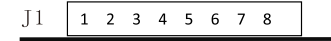

图2
T100&WX10系列产品的电源要求为DC 11.4-25.2V，功率≥12W。T100-S300&WX10、T100-S301&WX10、T100-S302&WX10、T100-S303&WX10电源接线端子位置，见图2和表1。T100-S500&WX10电源线接线端子位置，见图3和表3。
T100-S300/301/302/303&WX10转速控制具有内控和外控两种模式。内控采用BCD拨码开关控制转速，共15档。BCD拨码开关位置与转速对应关系，请参考表2。外控采用电流信号(4-20mA)、电压信号(0-5V或0-10V)或脉冲信号(0-10kHz)输入控制转速，转速与控制信号线性对应。泵的启停和方向可以用开关量控制。BCD拨码开关和用户接线端子，如图2所示。用户接线端子定义，见表1。
- 2) 按照图2及表1用户接线端子定义接好电源线和需要的控制信号线。